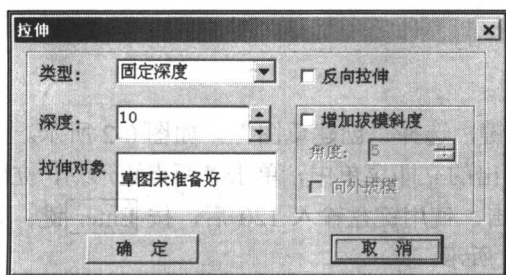

图 0-6 拉伸增料对话框
- ⑥ 按 **F8** 键，将视角切换为轴测视图。
- ① 单击工具栏中的“拉伸增料”按钮，系统弹出“拉伸”对话框，如图 0-6 所示。